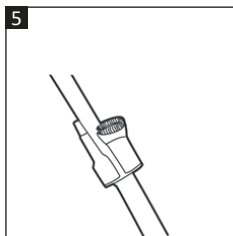

Fig. 5
- Suportul pentru accesorii (3) poate fi prins pe tubul telescopic (20) pentru a menține accesorii de curățare la îndemână în timpul curățării (Fig. 5).